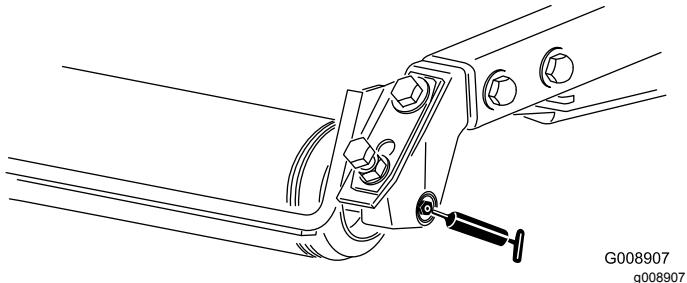

Figure 69
- Roulements de rouleau arrière (2 par plateau de coupe)—Figure 69